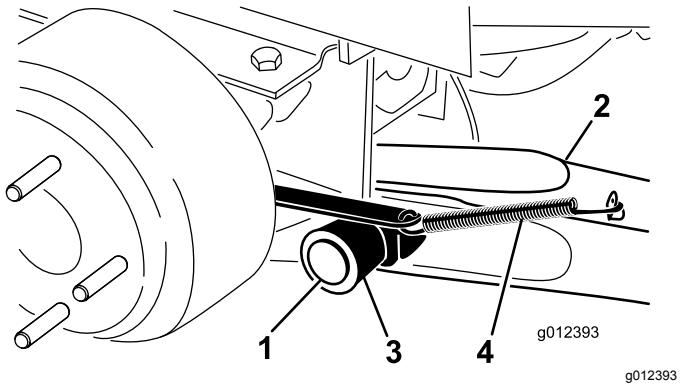

図4
- ピボットピン 1 本、コッターピン 1 本を使って、ピボットブラケットに昇降アームを取り付ける図 4。昇降アームを、曲がった部分が外側を向くようにして取り付ける。
7. ブレーキリターンスプリングを昇降アームのタブ引っ掛ける図4。